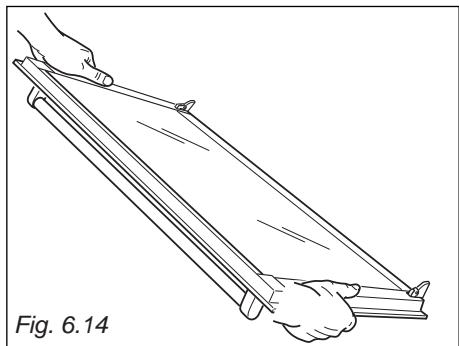

Fig. 6.14
1. Hold godt fast på ovnsdøren (Fig. 6.14).